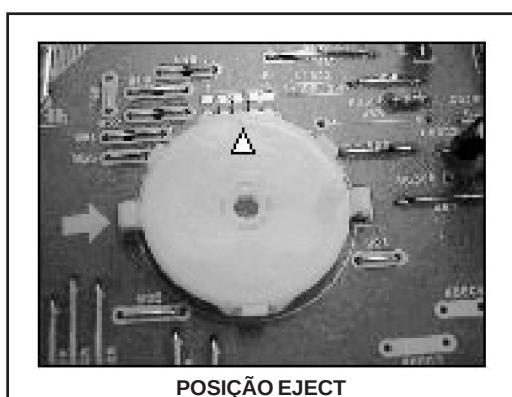

Fig. S10
- f) Posicione a Chave de modo na posição eject como mostra a Fig. S10.